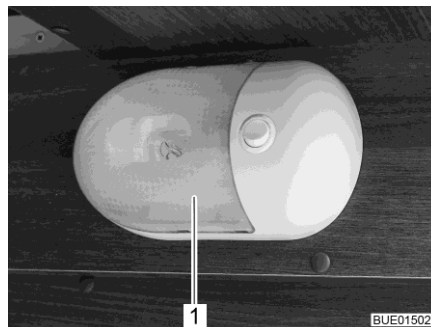

Fig. 301 Luminaire apparent
- Presser le couvercle transparent (Fig. 301,1) avec précaution des deux côtés, l'éloigner légèrement du commutateur et le retirer par l'avant.